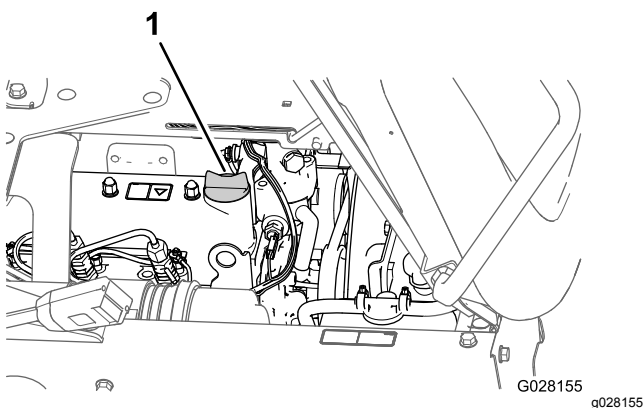

Figura 71
- Se il livello dell'olio è basso, rimuovete il tappo di riempimento dal coperchio della valvola e versate olio nel collo del bocchettone fino a quando il livello dell'olio non raggiunge il segno di pieno sull'asta di livello (Figura 71).